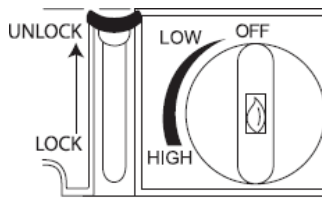

Fig. 1
- Rotiți butonul de aprindere în poziția OFF și setați pârghia cartușului pe 'UNLOCK'. (Fig 1)